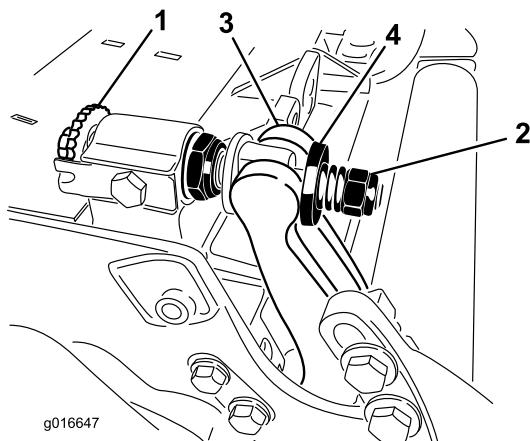

Рисунок 28
- Поверните регулирующие ручки планки неподвижного ножа против часовой стрелки, чтобы отвести неподвижный нож от барабана (Рисунок 28).
- Отвинтите гайку затяжки пружины, чтобы ослабить давление шайбы на планку неподвижного ножа (Рисунок 28).